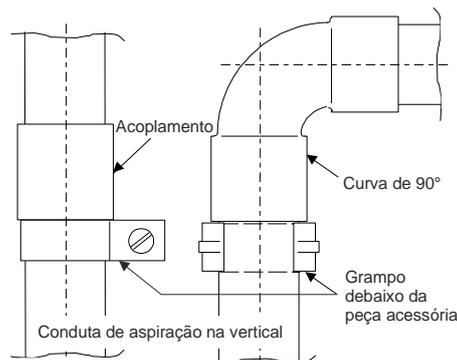

Fig. 33 Conduta de aspiração na vertical
- Ao dispor a conduta de aspiração ou as suas peças na vertical (p. ex., tubo de subida) tem de se assegurar que os tubos não podem deslizar para baixo (colocação de grampos diretamente por baixo das peças acessórias, conforme a Fig. 33).